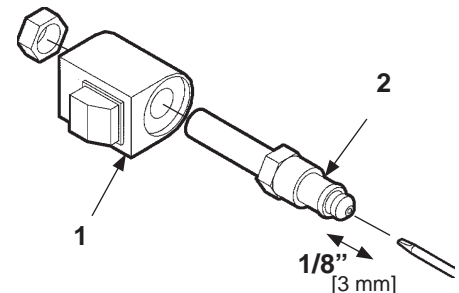

FIG. 37-2
3. Inspeccione si la válvula del solenoide está continuamente energizada tocando con la punta de un desarmador la tuerca del solenoide. Empuje el interruptor de control hacia la posición "Abajo" para energizar el solenoide **(FIG. 37-2)**. Un solenoide en buen estado atrae (magnéticamente) el desarmador a la tuerca, dificultando la separación de éstos.
4. Inspeccione el vástago de la válvula al retirar el ensamble de la bobina **(Art. 1, FIG. 37-2)**. Con la apoyada, desatornille el vástago de la bobina **(Art 2, FIG. 37-2)** fuera de la bomba. Empuje el émbolo que está dentro de la válvula insertando un desarmador pequeño en el extremo. Si el émbolo no se mueve libremente (aproximadamente 1/8") reemplace el vástago de la válvula.